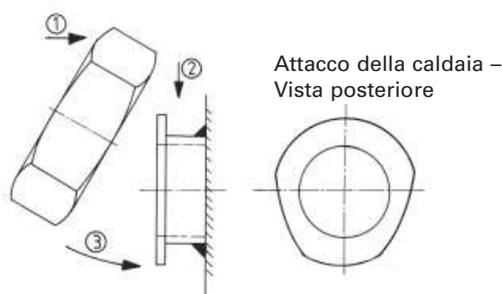

Fig. 14 Applicare il dado per raccordi
Apporre il dado per raccordi nella parte superiore dell'attacco della caldaia ①, premere verso il basso ②, e imboccare in basso ③ - fig.14.